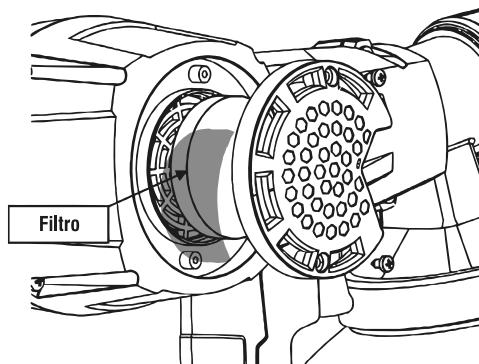

Fig. 8 - Sustitución del filtro
- El usuario debe, frecuentemente, verificar las condiciones del filtro que se encuentra en la lateral de la máquina. Una buena condición del filtro influencia directamente el rendimiento del equipo. Para sustituirlo es simple, basta retirar los dos tornillos cabeza phillips, retirar la protección y cambiar el filtro, según muestra la Fig. 8.*